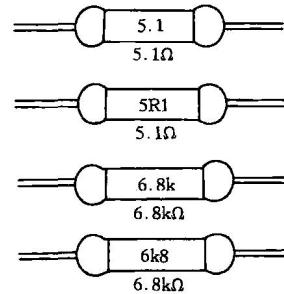

图 1-5
(1) 直标法，即将电阻值直接印刷在电阻器上。例如，在 5.1Ω 的电阻器上印有“5.1”或“5R1”字样，在 $6.8k\Omega$ 的电阻器上印有“6.8k”或“6k8”字样，如图1-5所示。
(2) 色环法，即在电阻器上印刷4道或5道色环来表示阻值，阻值的单位为 Ω 。